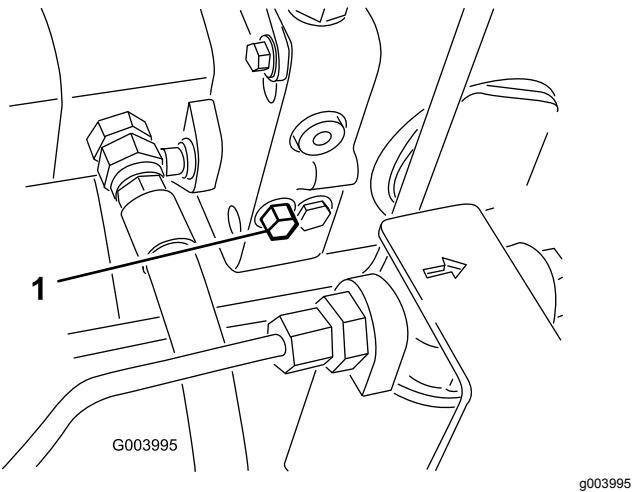

Bild 56
1. Suchen Sie das Sicherheitsventil auf der linken Seite des Hydrostatikantriebs (Bild 56).